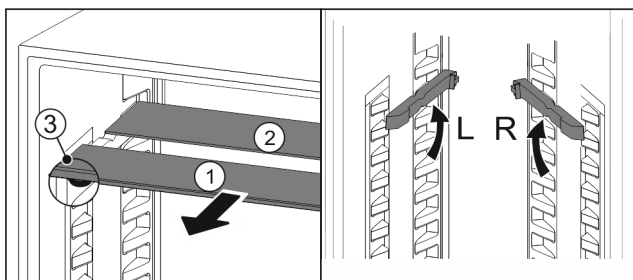

Fig. 105
- ▶ Extrageți Fig. 105 (1) pe rând plăcile de sticlă spre înainte.
- ▷ Placa de sticlă Fig. 105 (1) cu șipca decorativă se află în față.
- ▷ Opritoarele Fig. 105 (3) indică în jos. Aparate cu compartiment de congelare.\*